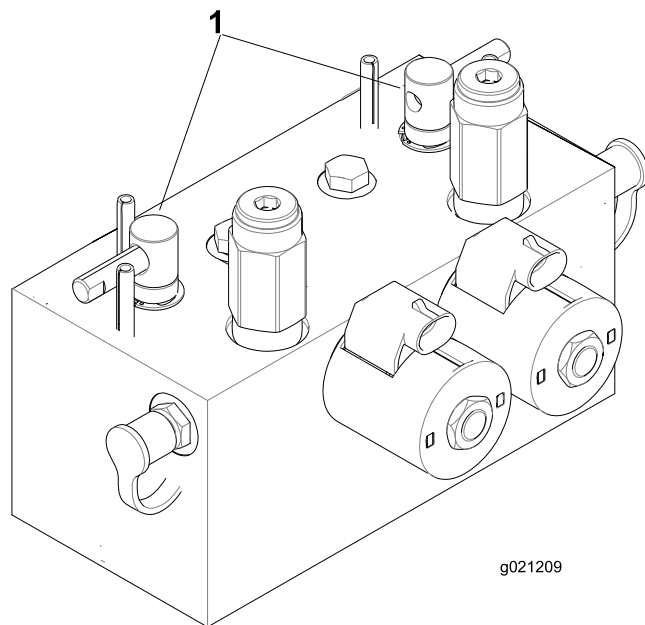

Рисунок 107
2. Разблокируйте и поднимите сиденье для доступа к рычагам обратного вращения (Рисунок 107).
5. Выберите передний, задний или оба рычага обратного вращения, чтобы определить, заточку каких режущих блоков необходимо произвести (Рисунок 107).